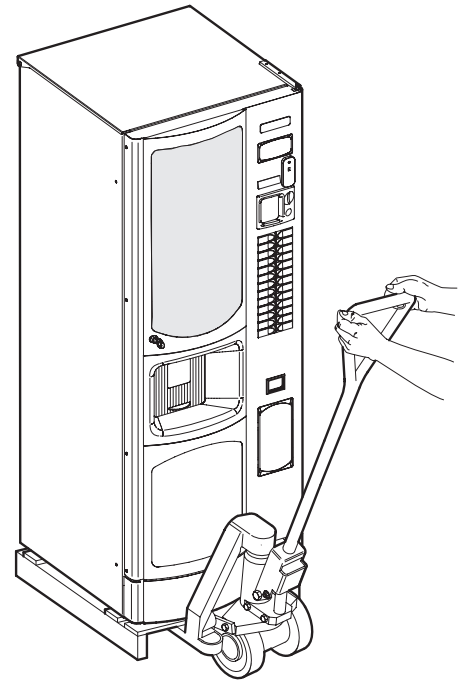

Fig. 3.1
3.1 Movimentazione e Trasporto (Fig.3.1)